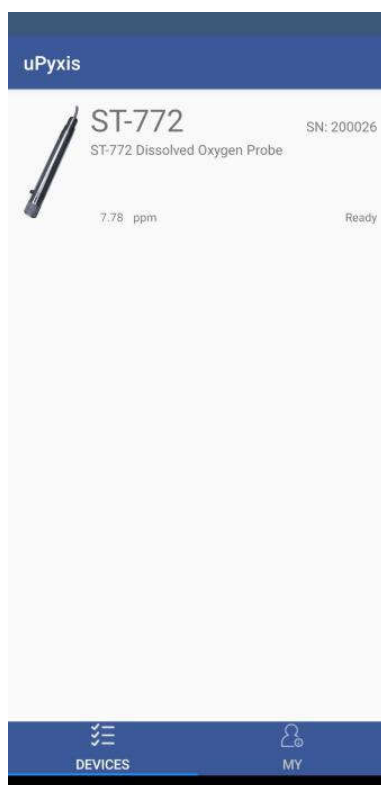

图 6.
3. 如果连接成功，将显示ST-772系列探头及其序列号（SN）（图 6）。